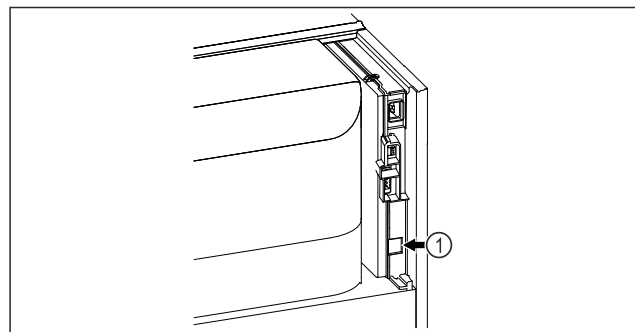

Fig. 109
- SmartModule Fig. 109 (1) er satt inn.